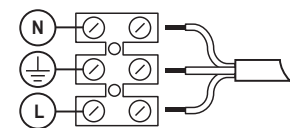

Рис. 1
- Присоедините подготовленные концы проводов к проводам светильника L, N, (значок заземления) способом допустимым «Правилами устройства электроустановок» (Рис.1).